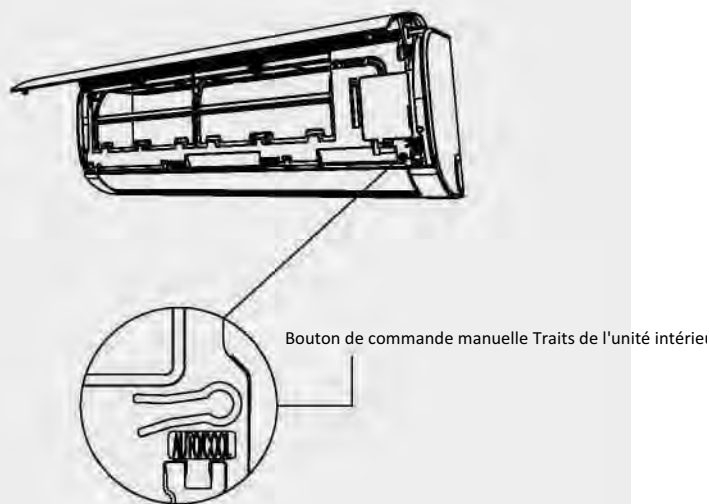

Fig. 8.1
2. Le bouton de COMMANDE MANUELLE est situé sur le côté droit de l'unité. Appuyez deux fois sur ce bouton pour sélectionner la fonction REFROIDISSEMENT. Voir Fig. 8.1